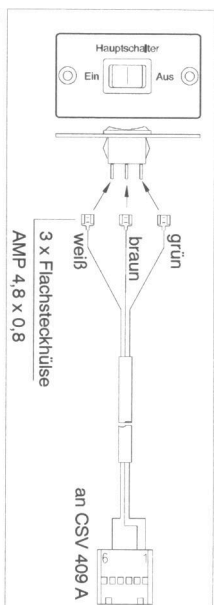

Bild 3 Anschluss Verbindungskabel an ST 05
- Die drei Flachsteckhülsen am Schalter der Schalttafel ST 05 gemäß Abb. 3 einstecken.
- Darauf achten, dass die Farben gemäß Abb. 3 angeschlossen werden.